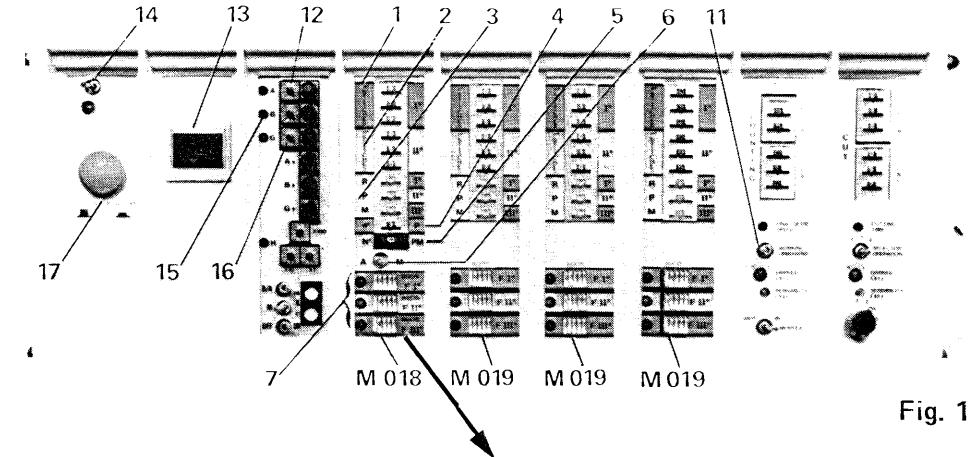

Fig. 1
Modul M 019.0 (Fig.1)
- 3) Den Kippschalter WORKING OPERATIONS (11 Fig. 1) des Moduls COUTING der Vorrichtung 194 G in Stellung 1 bringen. Dadurch wird die Überwachung der Nähgeschwindigkeit von der Näherin durch Pedalbetätigung vorgenommen.
- 4) Auf dem Modul der Dosierungswalzen (12 Fig. 1) A einstellen und in A den Typ der in der ersten Teilstrecke der ersten Naht (rechte Beinöffnung) gewünschten Kräuselung programmieren. Für diese Programmierung siehe Kapitel EINSTELLUNG DER ELEKTRONISCHEN DOSIERUNGSWALZEN.
- 5) Die Vorrichtung unter Strom setzen und sich überzeugen, dass der Display der Stichanzahl (13 Fig. 1) NULL anzeigt, ansonsten auf den Druckschalter RESET (14 Fig. 1) einwirken.
- 9) Auf dem Modul der Dosierungswalzen (15 Fig. 1) B vorwählen und in B die gewünschte Kräuselung in der zweiten Teilstrecke des ersten Nähvorganges programmieren.
- 14) Auf dem Modul der Dosierungswalzen (16 Fig. 1) G einstellen und in G den erwünschten Typ der Kräuselung in der dritten und letzten Teilstrecke des ersten Nähvorganges programmieren.
- 17) Die Vorrichtung durch Drücken der roten Drucktaste (17 Fig. 1) ausschalten.
- 21) Die Vorrichtung durch Ziehen der roten Drucktaste (17 Fig. 1) einschalten.
- 23) Falls Nachstellungen bei Stichanzahlen oder den vgewählten Funktionen vorgenommen werden müssen, ist die Vorrichtung, durch Drücken der roten Drucktaste (17 Fig. 1), auszuschalten.
- 26) Nachdem alle drei Nähvorgänge programmiert und kontrolliert worden sind, ist durch Einwirkung auf den roten Druckschalter (17 Fig. 1) die Vorrichtung auszuschalten, der Kippschalter A/M auf A zu stellen und die Zahl 3 auf dem Vorwähler einzustellen.